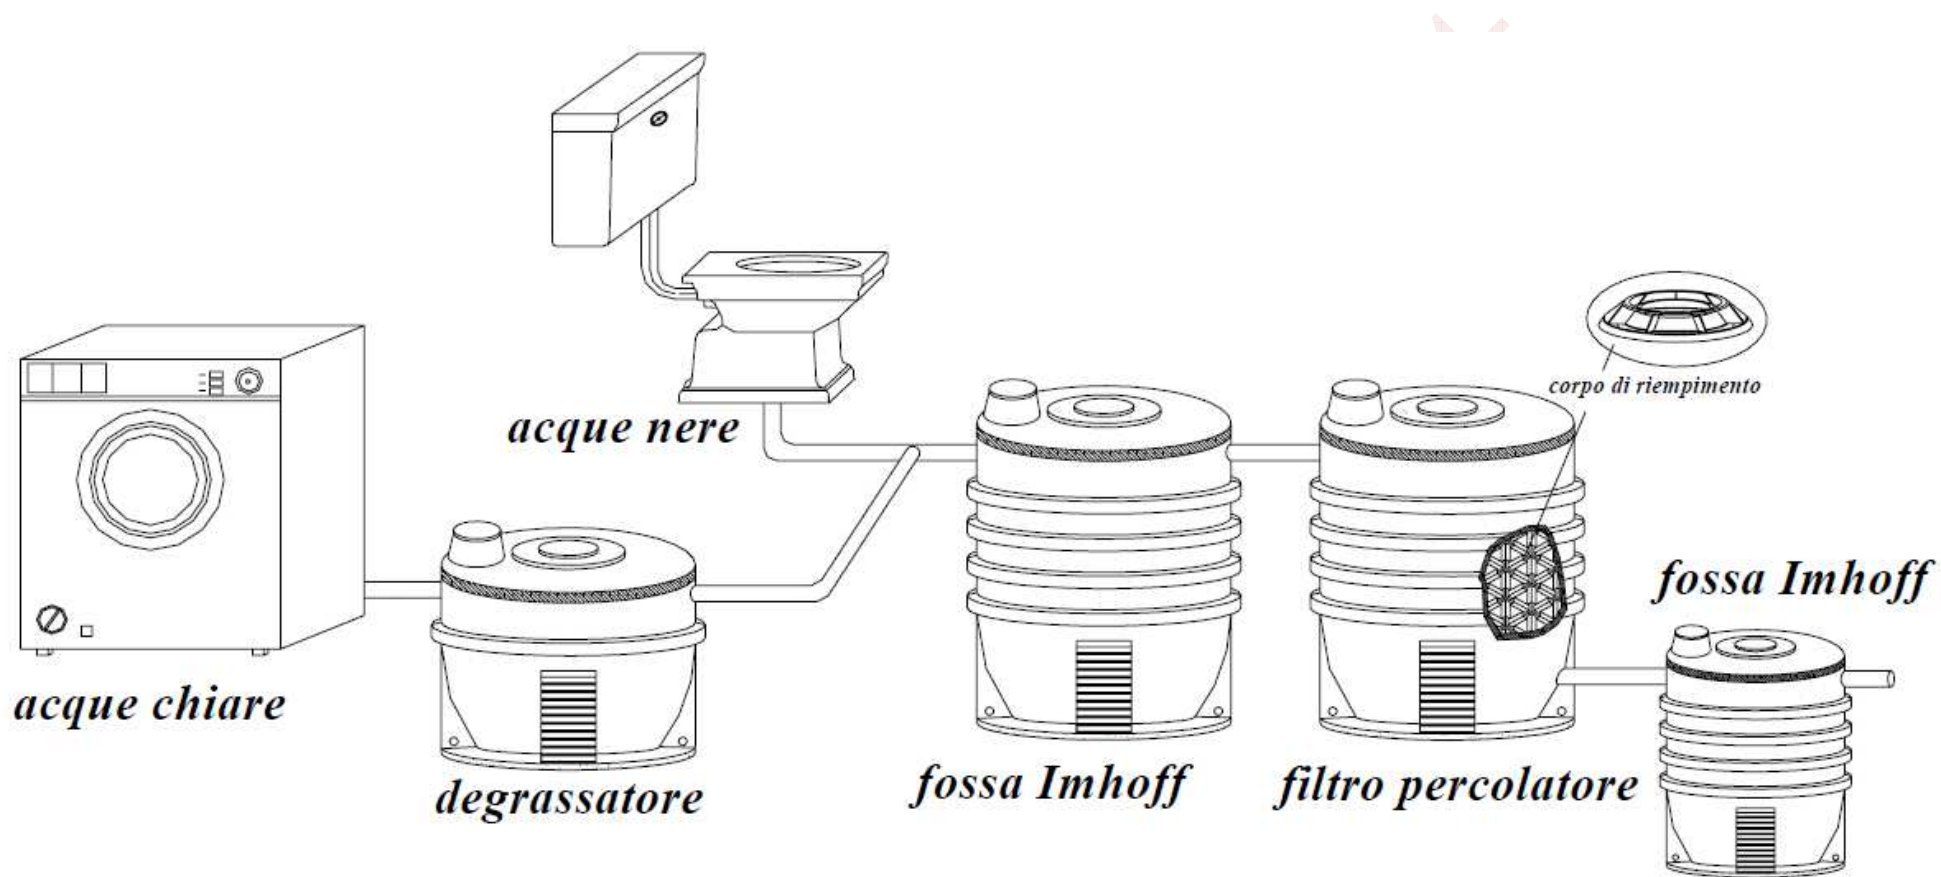

Fig.1 – Esempio tipico d’installazione
- Installare la fossa come indicato dallo schema d'installazione allegato (Fig.1) seguendo le modalità di interro (Par.11)